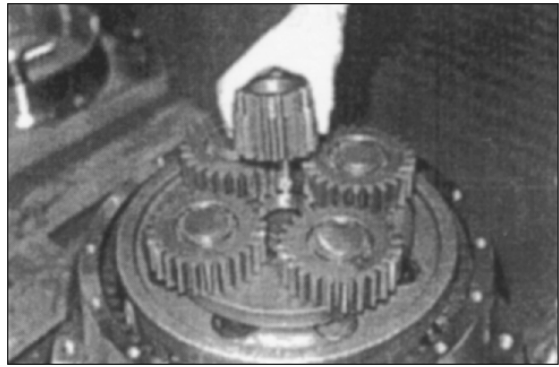

Рис. 82
20. Снимите второе центральное зубчатое колесо. Рис. 82.